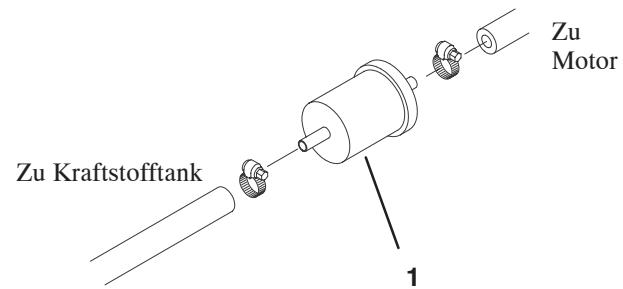

Bild 49
Tauschen Sie den Kraftstoffvorfilter (Bild 49), der sich zwischen dem Kraftstofftank und der Kraftstoffpumpe befindet, alle 450 Betriebsstunden oder mindestens einmal jährlich aus.
1. Klemmen Sie beide Kraftstoffleitungen ab, die am Kraftstofffilter angeschlossen sind, sodass kein Kraftstoff ausströmen kann, wenn die Leitungen abgezogen werden (Bild 49).